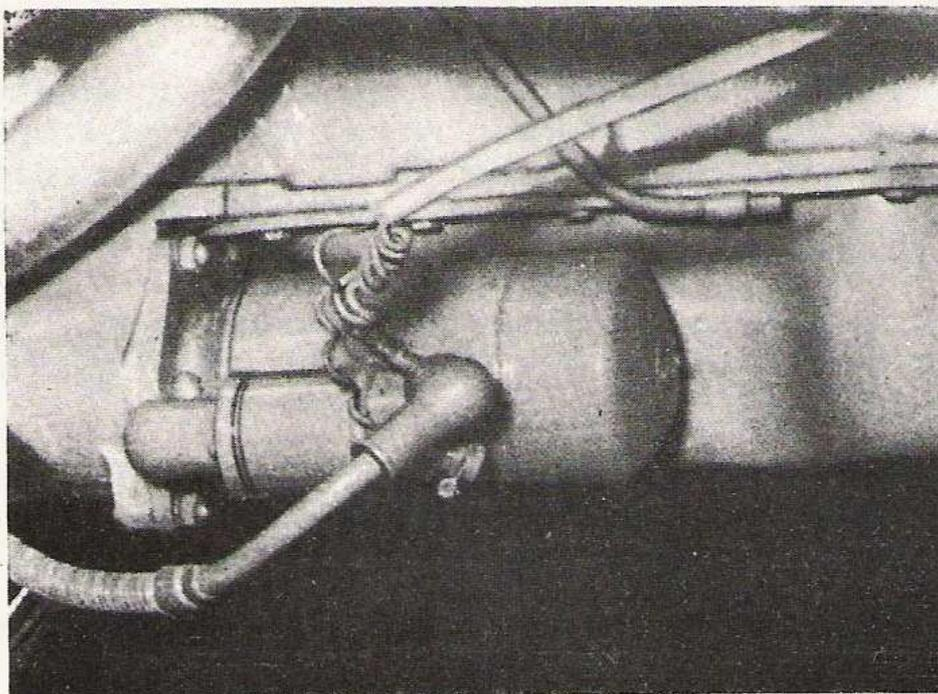

Fig. 14.2. - Motor de arranque
14.3 MOTOR DE ARRANQUE (fig. 14.2)